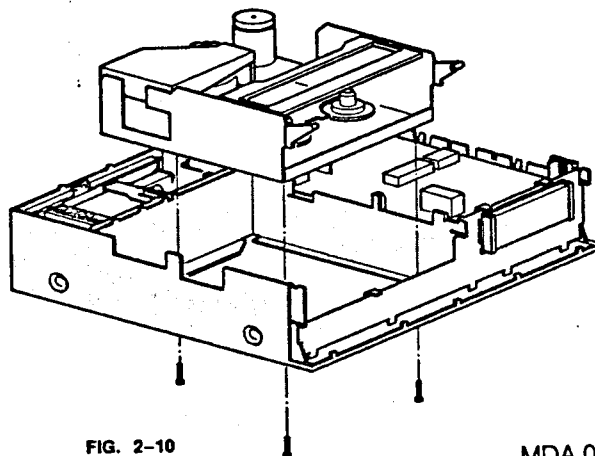

FIG. 2-10
- Nach Fortnahme der Unterplatte ist der Zugang zu der Unterseite des Laufwerks frei. Durch Lösen der drei Schrauben und durch Trennen der zugehörigen Stecker lässt sich das Laufwerk aus dem Untergehäuse heben (siehe Bild 2-10 und Bild 2-11).